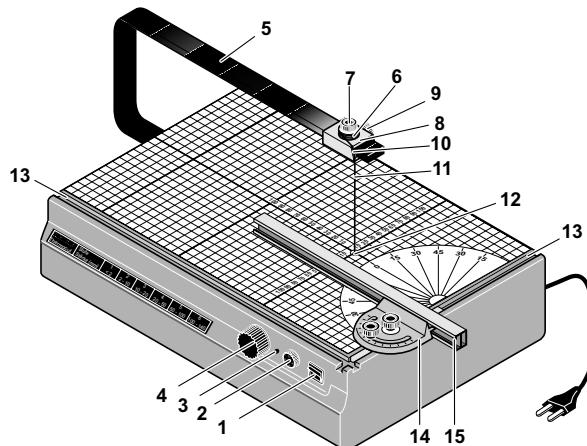
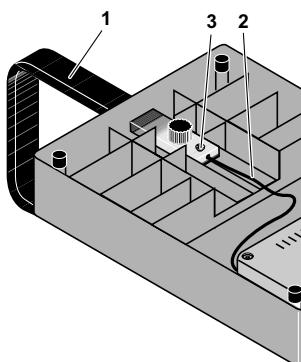

Fig. 1
Fig. 2
Gesamtansicht (Fig 1):
Befestigen Sie zuerst den Bügel 1 (Fig. 2) mit Hilfe der beigefügten Rändelschraube an der Unterseite des Gerätes. Befestigen Sie nun das Kabel 2 mit Hilfe der Schraube 3 am Bügel. Ziehen Sie die Schraube gut an, damit der elektrische Kontakt (10.5 Volt Sicherheitskleinspannung) gewährleistet ist. Schieben Sie nun den Spulenträger 8 (Fig. 1) auf den Arm, und befestigen Sie ihn mit der Schraube 9.
3. Öffnen Sie durch Drehen der Rändelschraube 4 (Fig. 1) die untere Drahtaufnahme.
10. Schalten Sie das Gerät am Schalter 1 (Fig. 1) ein
Nach einer längeren Betriebsdauer kann es durch Oxidation der Kontaktstelle am oberen Bügel zu Funktionsstörungen des Gerätes kommen. Dies ist dann der Fall, wenn der Spulenträger (Pos. 6, Fig. 1) lange Zeit an einer Stelle verbleibt und nicht gelegentlich z. B. zum Gehrungsschneiden bewegt wird.